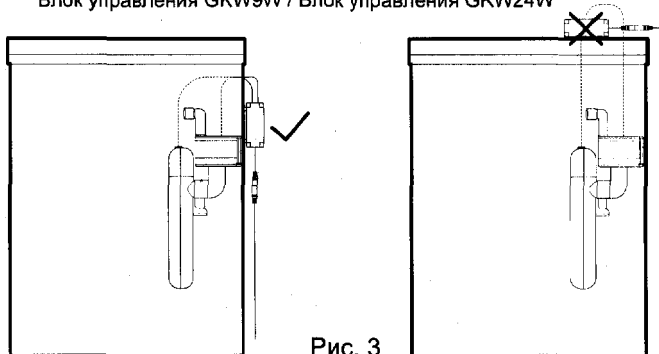

Рис. 3
7. Во избежание риска короткого замыкания из-за водяного пара блок управления ДОЛЖЕН БЫТЬ прикреплен к внешней стороне аквариума, но НЕ на верхней части аквариума (Рис.3).